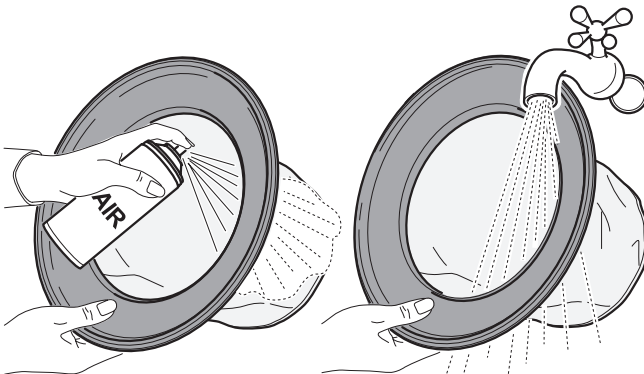

Fig. 13
- Pulire il filtro (Fig. 13) dall'interno verso l'esterno con un getto d'aria; è possibile lavare il filtro (Fig. 13) in acqua tiepida e rimontarlo solo dopo una completa asciugatura, se si presenta troppo sporco sostituirlo